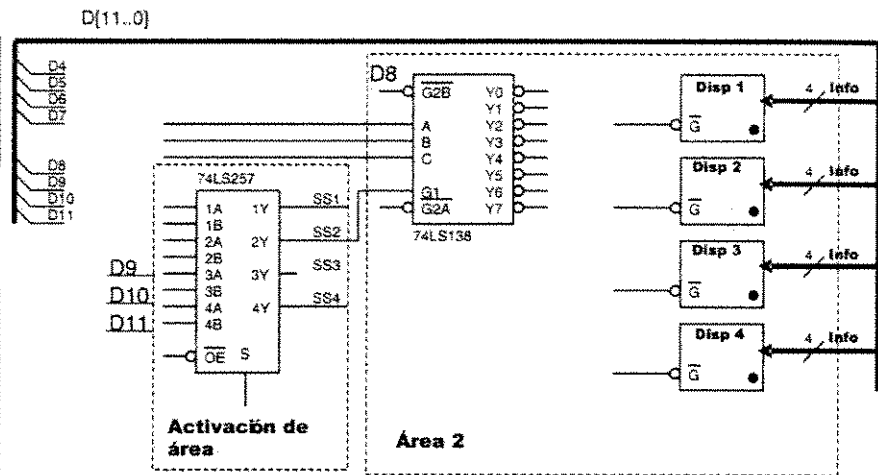

Figura 1.1
El circuito de la Figura 1.1 pertenece a un sistema de acceso para usuarios autorizados a escribir información en dispositivos. El sistema completo incluye cuatro áreas con cuatro dispositivos cada una de ellas, aunque en la figura se muestra únicamente la conexión al área 2. La entrada del sistema es un código de 12 bits  $[D_{11}..D_0]$  según se muestra en la Tabla 1.1. Cada usuario tiene, en cada área, dispositivos permitidos para él, tal y como se indica en la Tabla 1.2. Para que un usuario pueda escribir información en su/s dispositivo/s permitido/s debe activarse el área correctamente mediante la señal SSI, y el usuario debe introducir su código de usuario.
2. Empleando el menor número posible de puertas lógicas adicionales, complete las conexiones en el circuito mostrado a continuación para que el sistema de acceso a los dispositivos del área 2 funcione de la forma descrita en el enunciado y en la Figura 1.1. Cada dispositivo se habilita mediante una señal  $\overline{G}$ . (0,6 ptos.)
3. Para habilitar el área 2 debe activarse correctamente la señal SS2, implementada en el bloque de activación de área de la forma:  $SS2 = \overline{D_{11}} \cdot D_{10} \cdot D_9 + \overline{D_{11}} \cdot D_9 + \overline{D_{11}} \cdot \overline{D_{10}} \cdot \overline{D_9}$ . Complete las conexiones del circuito mostrado a continuación para que active correctamente el área 2 del esquema de la Figura 1.1, sin emplear ningún elemento adicional. Indique qué códigos de activación son válidos. (0,6 pts.)